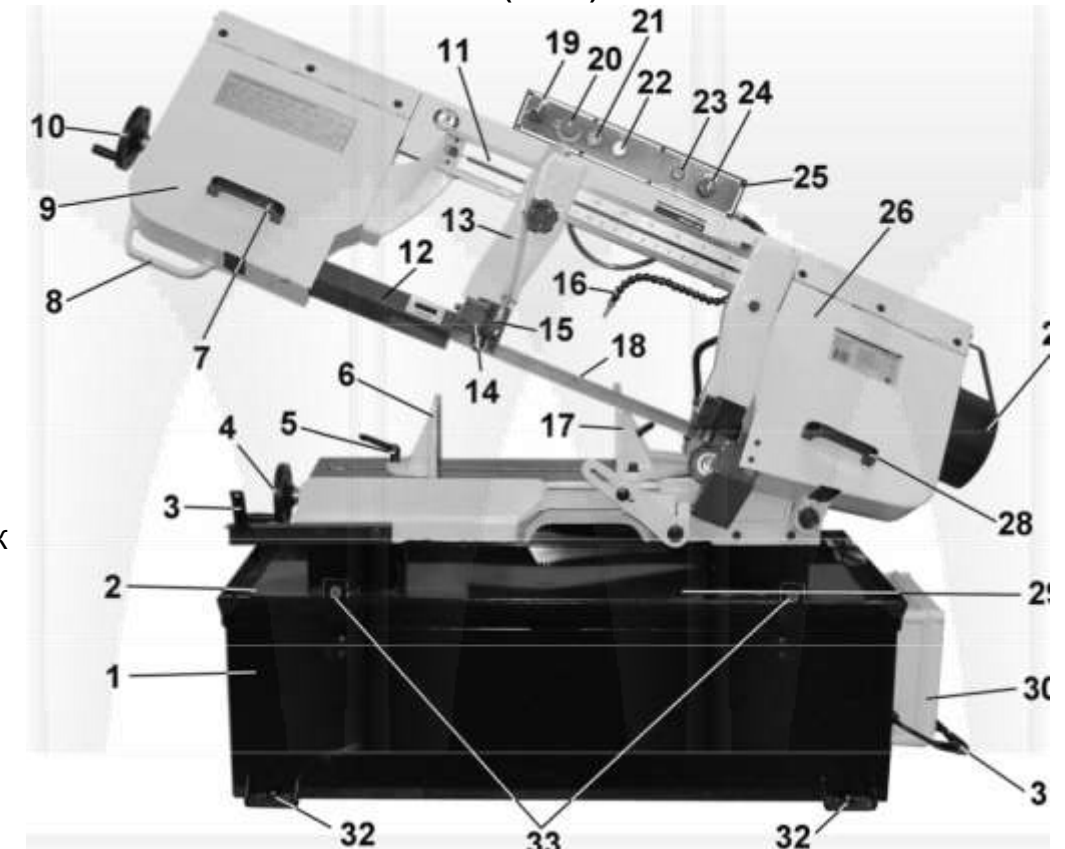

Рис. 2
## 7. УСТРОЙСТВО ЛЕНТОЧНОЙ ПИЛЫ (Рис. 2)
8.3.2. Как показано на Рис.2, установите съёмный поддон (29) для сбора металлической стружки.